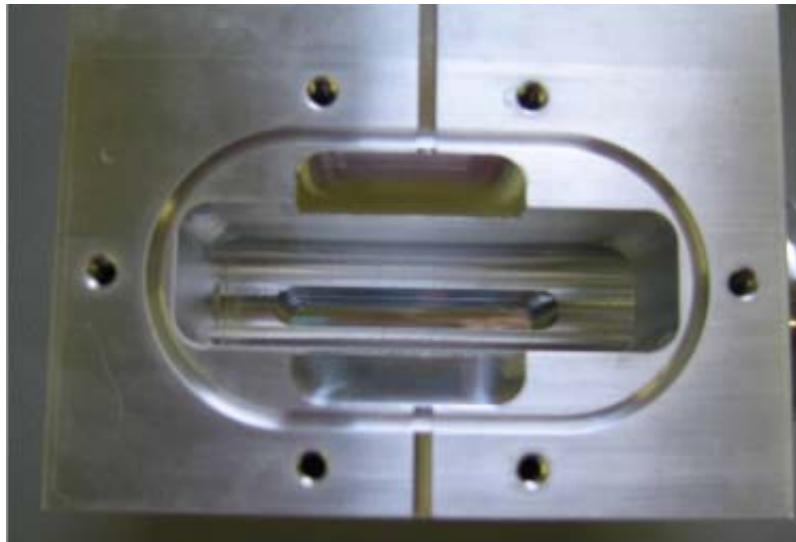

图 B-82 谱仪的机身内部
- 如果谱仪的机身内部出现污垢，应用无绒布和异丙醇将其擦拭干净（图 B-82）。